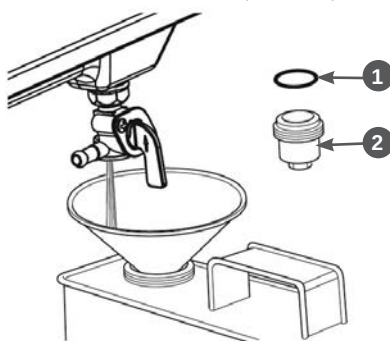

Рис. 24 Слив топлива с топливного бака
- открутите стакан 2 отстойника (Рис. 24);
- откройте топливный кран и слейте топливо в подготовленную для этого ёмкость (Рис. 24);
- установите на место стакан отстойника. Перед установкой убедитесь в том, что уплотнительное кольцо 1 находится на месте и не повреждено (Рис. 24).